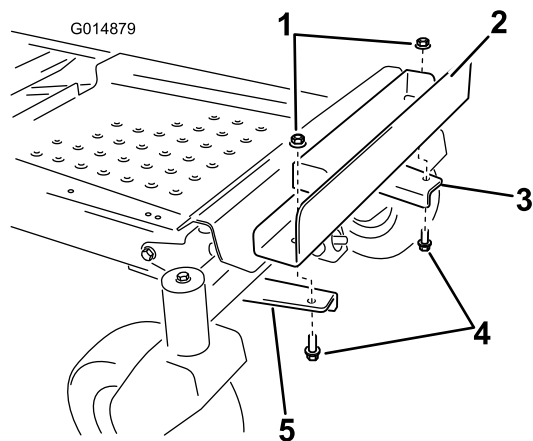

Figura 8
6. Instalai suportul de greutate pe suporturile de montare aliniind orificiile exterioare din suport cu suporturile de montare instalate anterior (**Figura 8**).
7. Fixai suportul de greutate cu 2 uruburi ($\frac{3}{8}$ " x 1") și 2 contrapiuliie ($\frac{3}{8}$ ") (**Figura 8**).